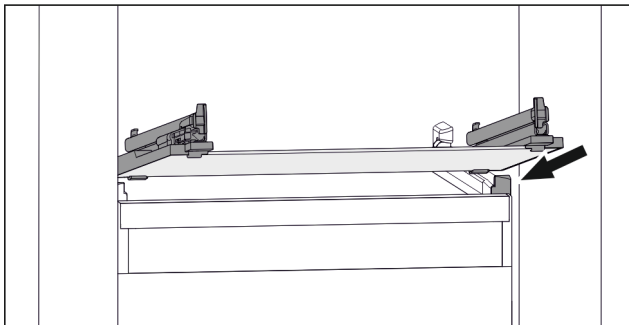

Fig. 89 Exemple de représentation de la tablette en verre
- Placer la tablette en verre, en l'inclinant, derrière les butées. (voir Fig. 89)